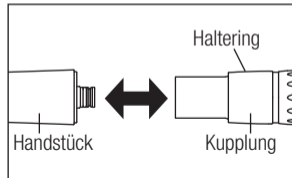

Abb. 2
- 1) Führen Sie Handstück und Kupplung zusammen (Abb. 2).
Ziehen Sie am Haltering und entfernen Sie das Handstück aus der Kupplung (Abb. 2).